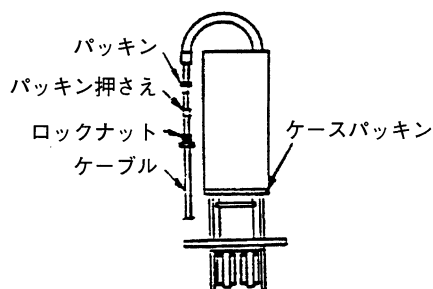

図4-27
- (2) 取手先端部のロックナットをはずして下さい。
- (3) ケーブルを取手の中に押し込みながら、ケース取手を徐々に持ち上げて下さい。約5cm程開いた所で一旦、元に戻してください。パッキン押さえとパッキンが出てきます。(図4-27)